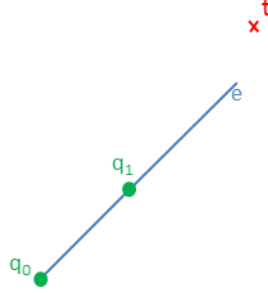

FIGURE 5 – Le point t ne peut être atteint par l'effecteur e .
- elle n'est pas surjective car f^{-1} n'est pas forcément définie partout (figure 5) ;